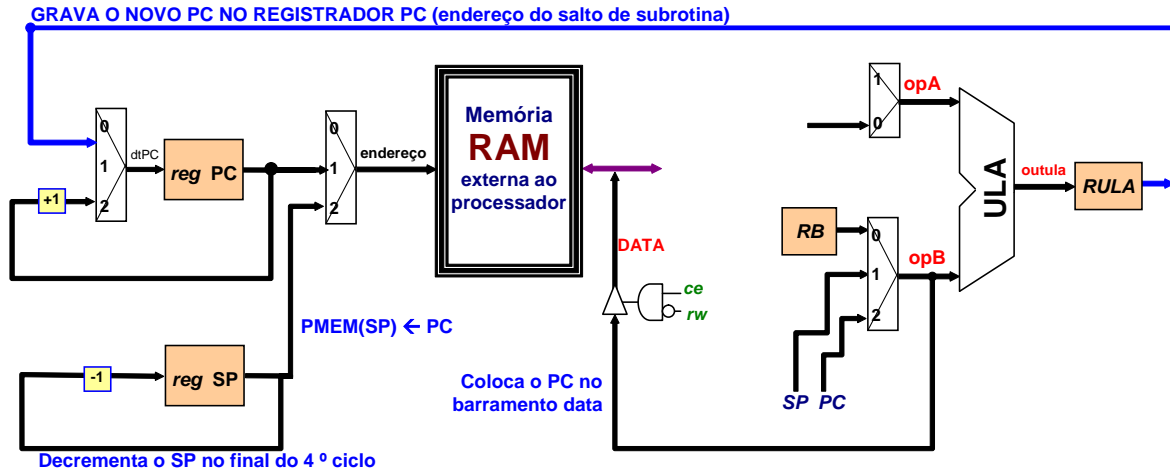

Figura 10 - Fluxo de execução para chamada a subrotina.
- Uma possível organização do bloco de dados para a execução dos saltos é apresentada na Figura 10.